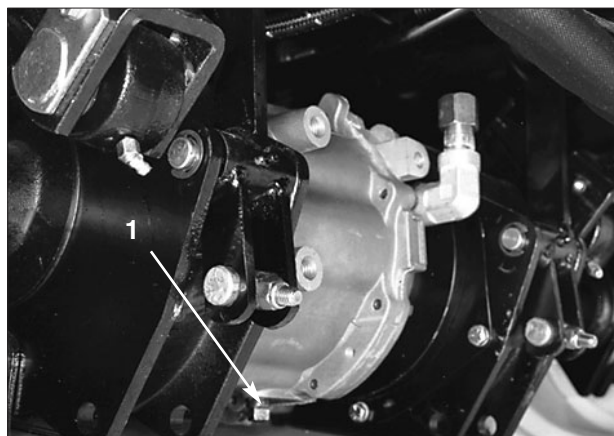

Figure 44
2. Nettoyez la surface autour du bouchon de vidange (Fig. 44).